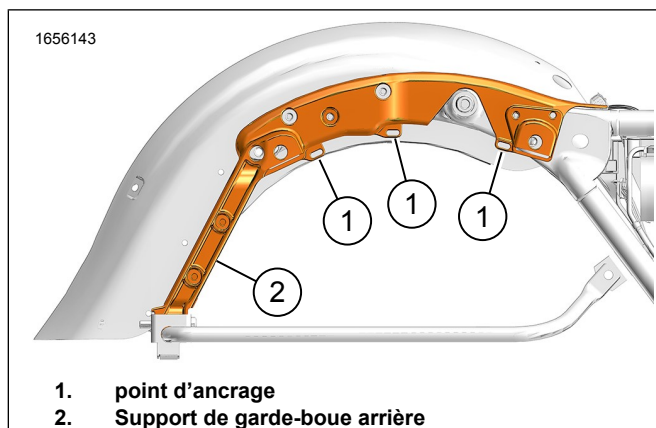

Figure 16. Support de garde-boue arrière
14. Voir la Figure 16. Acheminez et fixez les faisceaux avec les attaches de câble.